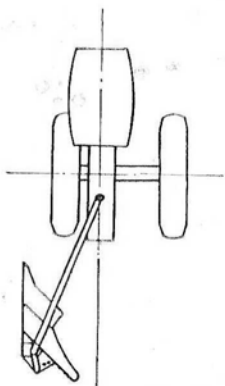

Fig. 29
**Déchaussage** (fig. 29) : Pour déchausser les vignes ou les arbres fruitiers, il faut utiliser le dispositif de déport de la charrue de façon que le soc travaille à l'extérieur de l'axe de la roue gauche du motoculteur.